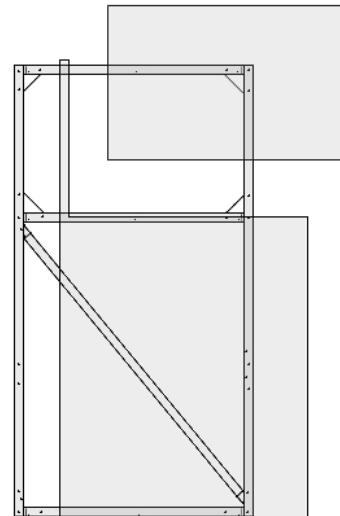

Рис. 11
- 3.6.10. Приложите покрытие к каркасу двери и отметьте маркером места крепления и размеры форточки. Просверлите отмеченные отверстия, вырежьте форточку (рис. 11) и защитите соты поликарбоната.